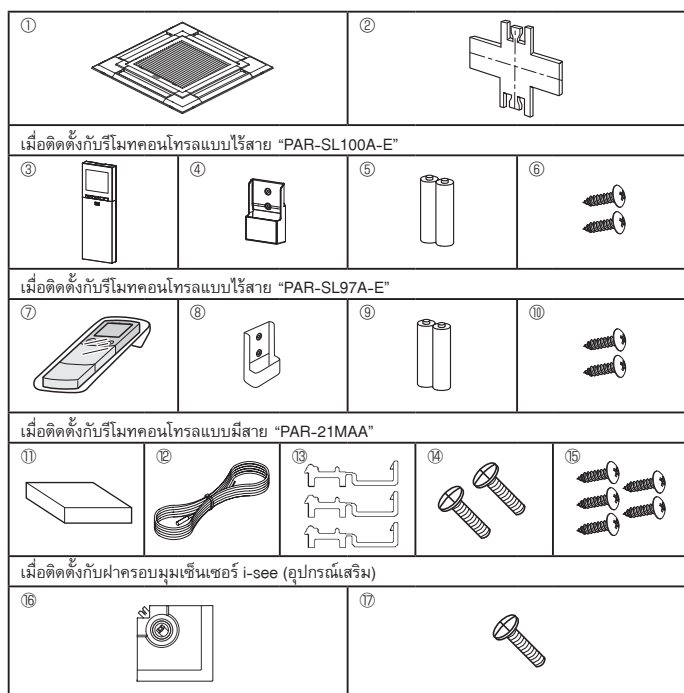

Fig. 9-1
9.1. ตรวจสอบอุปกรณ์ของตะแกรง (Fig. 9-1)